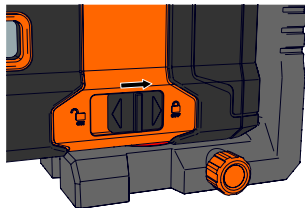

Figura 16
4. Deslice el compensador de bloqueo hacia la derecha a la posición bloqueada (APAGADO)  para apagar la unidad. (Figura 16)